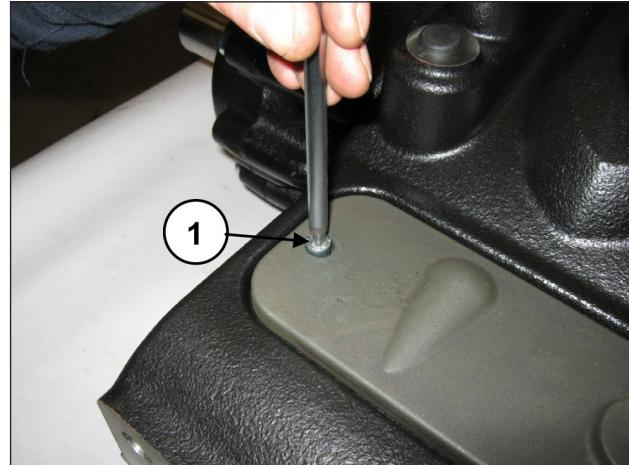

Fig. 169
Déposer le couvercle d'inspection supérieur en desserrant les 2 vis de fixation (rep. ①, Fig. 169).